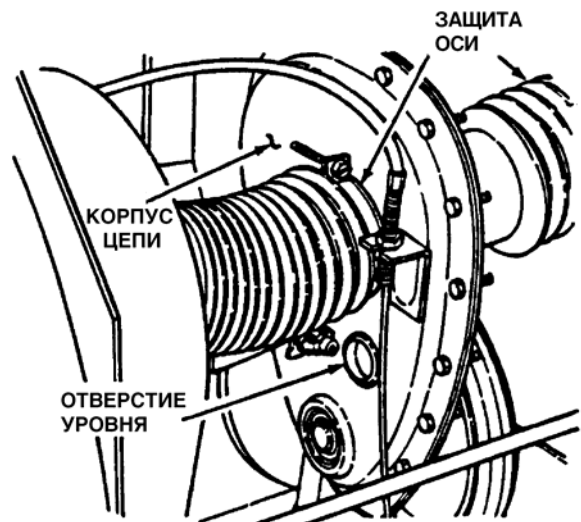

Рис. 3.10
3. Проверьте пробку отверстия на повреждение. Если она изношена или повреждена, замените ее на новую. См. рис. 3.10.
4. Для проверки смазки в корпусе цепи снимите пробку отверстия уровня и посмотрите наличие смазки на внутренних частях корпуса цепи. Если не наблюдается наличие смазки на внутренних частях, добавьте трансмиссионного масла. См. рис. 3.10.